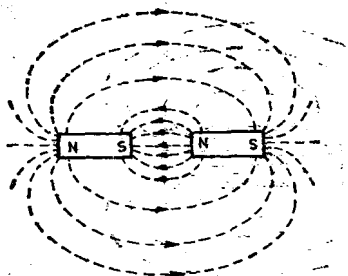

图 1-3
2. 磁力线象有弹性的橡皮筋一样，具有缩短自己长度的倾向，这就是异性磁极相吸的原因，如图 1-3 所示。